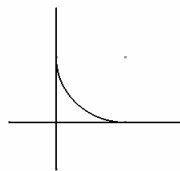

图 2-135
- : 表示保留所有圆角的多余线段，如图 2-135 所示。